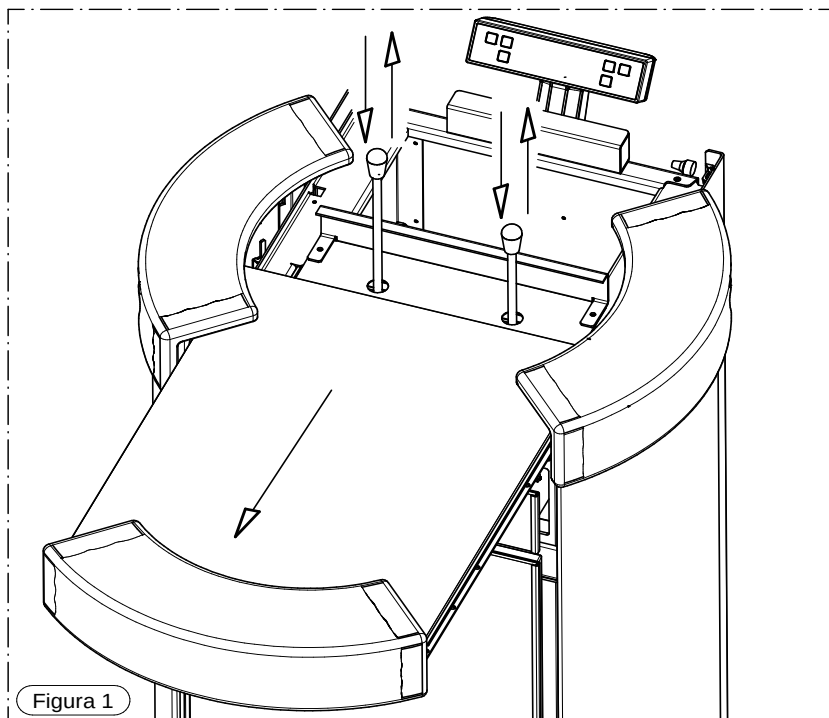
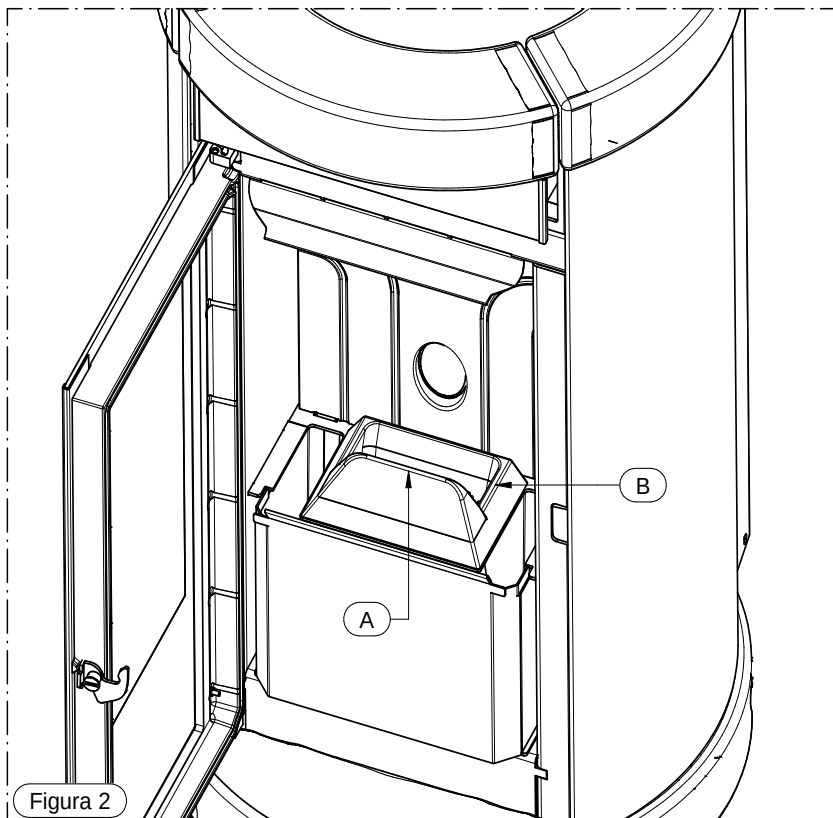

Figura 1
Figura 2
Es un práctico dispositivo que evita la puesta en circulación del polvo que hay siempre en los ambientes domésticos. El filtro (indicado con la letra A en la imagen al lado) está en la parte trasera del equipo (véase la figura 1 al lado). Una frecuente limpieza permite disponer de más aire caliente durante el funcionamiento (el filtro debe limpiarse con agua fría y secarse cada 5 días).
Es posible canalizar el aire caliente por delante o por detrás del equipo, accionando las dos palancas indicadas en las figuras 1 y 2; para canalizar total o parcialmente el aire a través del tubo posterior derecho, accionar la palanca A (figura 1); para canalizar total o parcialmente el aire a través del tubo posterior izquierdo, accionar la palanca B (figura 2).
---> para el termostato ambiente adicional, conecte directamente los bornes 7-8 del tablero de bornes CN7 en la tarjeta, procediendo tal como se muestra en la figura 1.
---> para el cronotermostato-módem adicional, conecte directamente los bornes 9-10 del tablero de bornes CN7 en la tarjeta, procediendo tal como se muestra en la figura 1.
Es posible instalar un termostato ambiente adicional, conectándolo a la tarjeta tal como se muestra en la figura 1. El principio de funcionamiento es el siguiente:
En alternativa al termostato ambiente, es posible instalar un cronotermostato, conectándolo a la tarjeta tal como se muestra en la figura 1. Utilizando esta salida, al cerrarse el contacto del cronotermostato, inicia el ciclo de START; por el contrario, cuando se abre este mismo contacto, inicia el ciclo de OFF. El régimen de funcionamiento en el momento del encendido (potencia de combustión y velocidad de ventilación) es el mismo utilizado antes del último apagado del equipo.
CADA 3 DÍAS levante y deje caer algunas veces las varillas limpiatubos (figura 1); para acceder a las varillas limpiatubos, es necesario extraer primero la tapa del depósito.